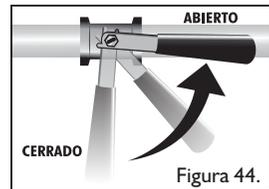

Figura 44.
- Gire la válvula de paso hasta la posición ABIERTO. (Ver figura 44)